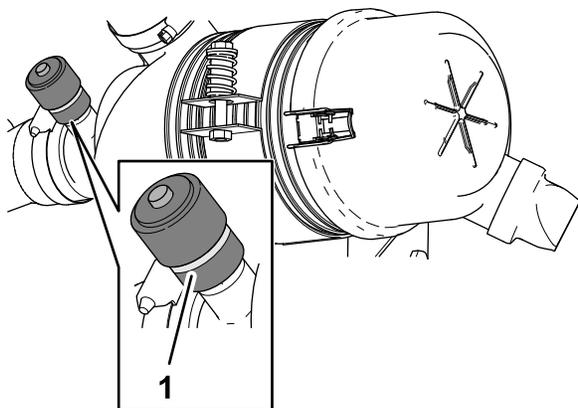

Figura 112
3. Controllate l'indicatore di manutenzione all'estremità dell'alloggiamento del filtro dell'aria (Figura 112).